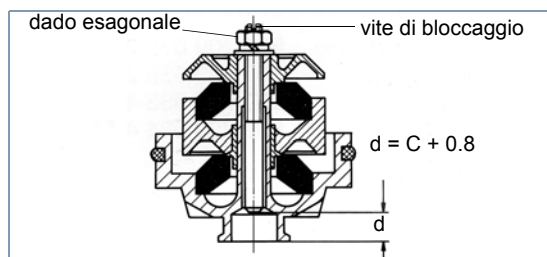

Fig. 5 Quota d (apparecchio con due molle di gomma)
- Bloccare la vite di settaggio/regolazione avviando il dado esagonale (vedere la fig. 5).
i Livello di registrazione limite anche per gli apparecchi con la corsa più lunga (due molle di gomma), vedere la fig. 5.